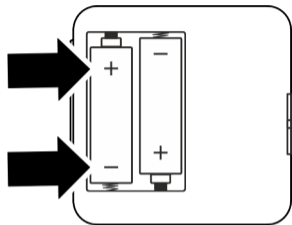

Fig. 4: Inserimento della batteria
3. Inserire le 2 batterie alcaline di tipo 1,5 V AA LR6 nella mascherina dell'alloggiamento con la giusta polarità (Fig. 4).
5. Inserire le 2 batterie alcaline di tipo 1,5 V AA LR6 nella mascherina dell'alloggiamento con la giusta polarità (Fig. 4).